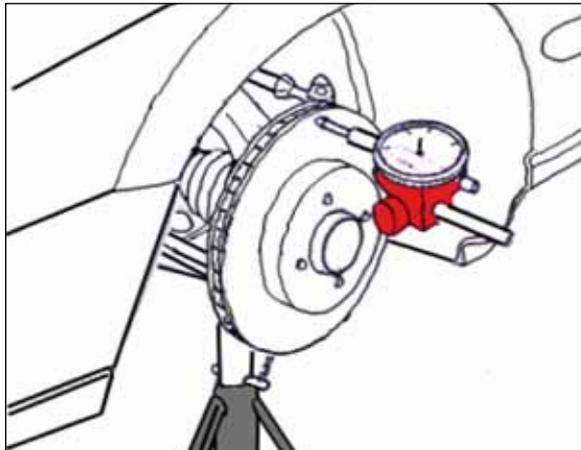

Bild 2
- Bild 2: Setzen Sie den Messfühler 1 cm vom äußeren Durchmesser an und lesen Sie den Schwingungswert während einer vollen Umdrehung auf der Messuhr ab.